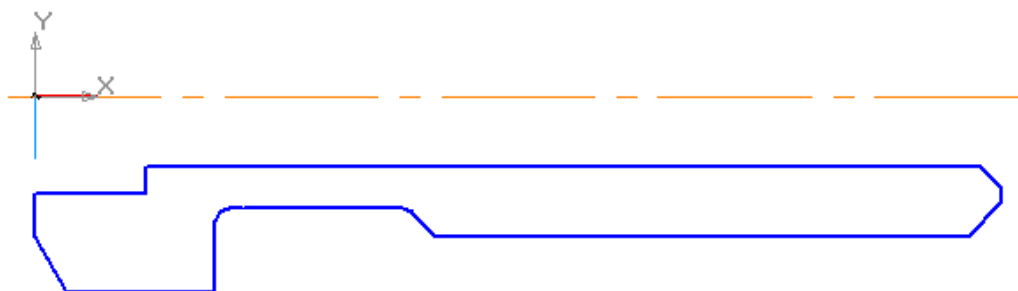

Рис. 95
1. Выполнение основания детали, рис. 95.
Закройте чертеж и вставьте из буфера изображение  (в режиме редактирования эскиза). Удалите штриховку и лишние линии, рис. 95.